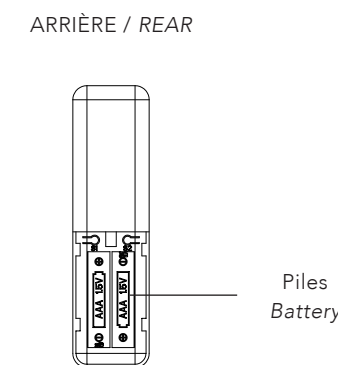

Figure 4
- Insérez les piles en respectant la polarité indiquée (Figure 4).
- Insert the battery according to the indicated polarity (Figure 4).